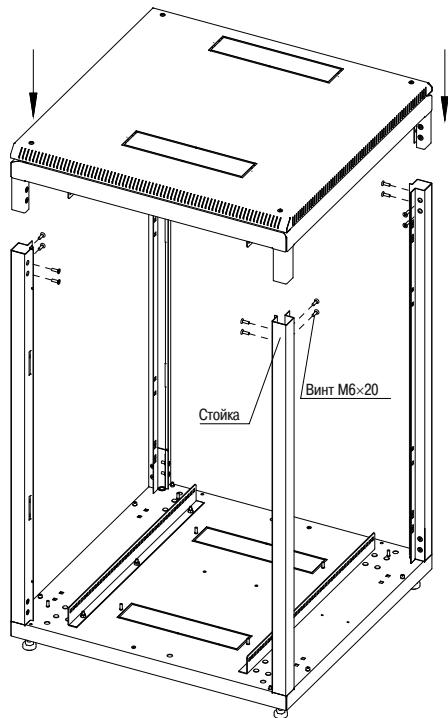

Рисунок 4 – Установка «основания-крыши»
4.2.4 Вставьте в установленные стойки собранный узел «основание-крыша» (рисунок 2), закрепите винтами (рисунок 4).